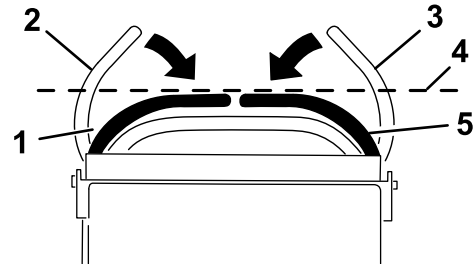

Figura 68
3. Empuje las palancas de control de movimiento hacia abajo, sacándolas de la posición de BLOQUEO/PUNTO MUERTO (Figura 68).
4. Compruebe que la palanca de control de movimiento de la derecha quede alineada en sentido horizontal con la palanca de control de movimiento de la izquierda (Figura 68).